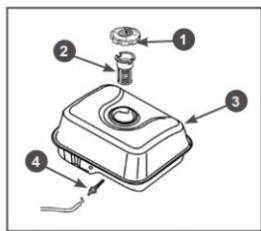

Рис. 26 Топливные фильтры
В топливном баке установлены два сетчатых топливных фильтра. Один фильтр устанавливается в заливной горловине топливного бака. Второй фильтр конструктивно объединен со штуцером топливного бака и установлен внутри бака (Рис. 26).
Одновременно с очисткой топливного бака необходимо проверять и очищать фильтр 4, установленный внутри бака (Рис. 26). Поврежденный или сильно загрязненный фильтр необходимо заменить.
3. Выкрутите из топливного бака выходной штуцер 4 и произведите его очистку (Рис. 26). Внимательно осмотрите сетчатый фильтр. При обнаружении механических повреждений замените штуцер топливного бака.